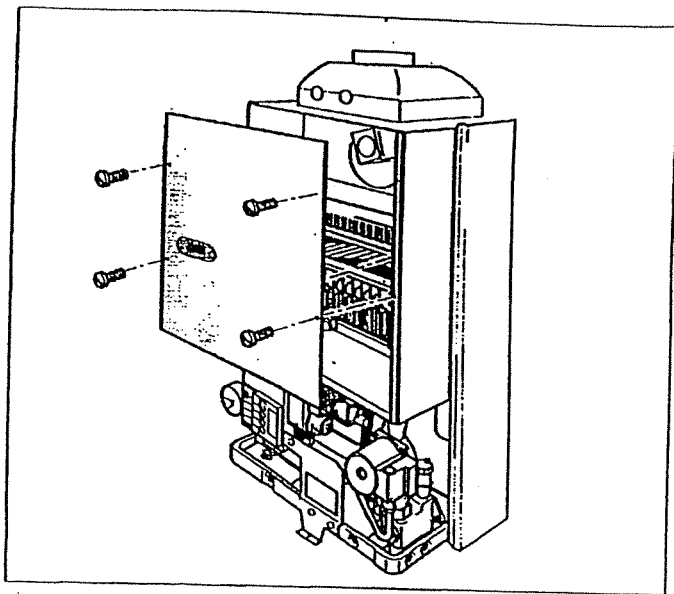

Fig. 41 Rimozione coperchio bruciatore
- ◆ Togliere il coperchio del bruciatore (Fig. 41).